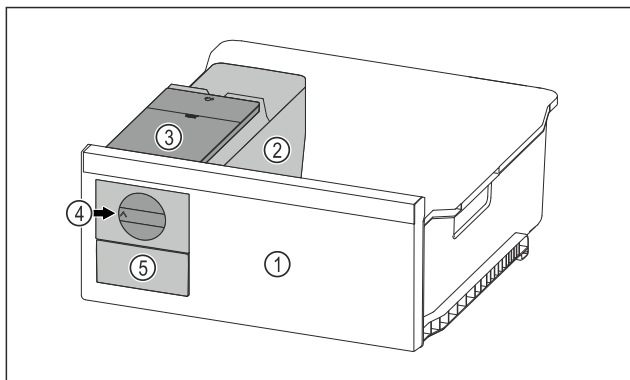

Fig. 38 Ilustrační zobrazení
- ▶ Otočte otočný knoflík Fig. 38 (4) ve směru hodinových ručiček až na doraz.
- ▷ Kostky ledu padají z misky na kostky ledu do zásuvky na kostky ledu Fig. 38 (5). Pokud se ze misky na kostky ledu neuvolní všechny kostky ledu: